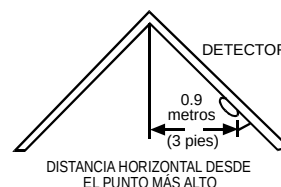

Figura 9. Lugar Recomendado para Montar los Detectores de Humo en Cuartos con techos inclinados, abovedados o a dos aguas
- Si alguna de sus habitaciones tienen techos inclinados, abovedados o a dos aguas, procure montar los detectores a 0.9 metros del punto más alto del techo, medidos horizontalmente, como se sugiere en Figura 9.